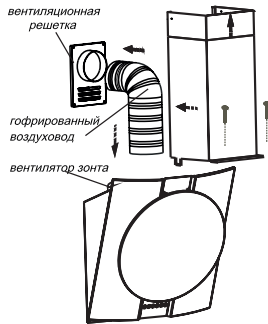

рис. 7
6.3 Соедините вентилятор с вентиляционной решеткой полужестким гофрированным воздуховодом (рис. 7).
6.4 Установка фальштруб (рис.7).